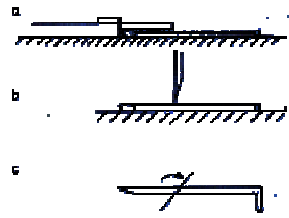

Bild 124: Winkel abstechen,
- c. Während die eine Hand den Draht auf der Unterlage hält, dreht die andere das Scheibchen in die entsprechende Winkellage und sticht ab (siehe Bild 124).